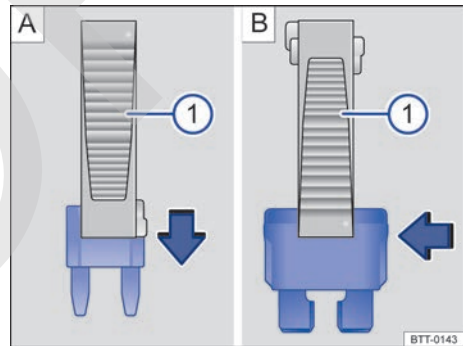

Fig. 162 Quitar o instalar un fusible con la garra de la pinza de plástico ①.
- De ser necesario, retirar la pinza de plástico → fig. 162 ① de la cubierta de la caja de fusibles.
- En caso de *fusibles pequeños*, encajar la garra ① por encima → fig. 162 A.
- En caso de *fusibles mayores*, empujar la garra ① lateralmente sobre el fusible → fig. 162 B.
- Si el fusible está quemado, sustituir el fusible por uno nuevo de la *misma* intensidad de corriente (mismo color e inscripción) y del *mismo* tamaño → ①.